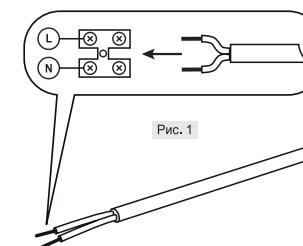

Рис. 1
2. Подключите при помощи клеммного разъема драйвер к электрической сети (Рис. 1).